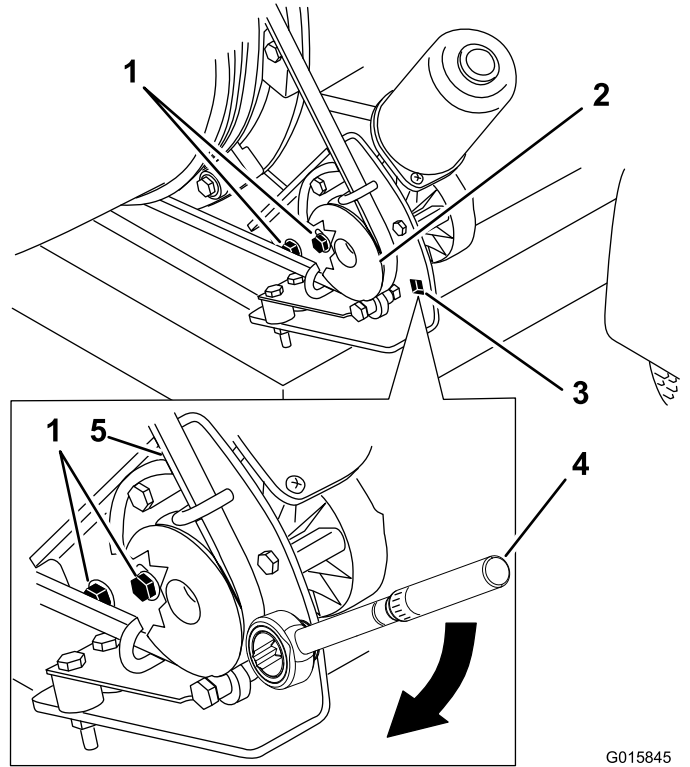

Figura 33
1. Afloje los pernos que sujetan el soporte de montaje de la polea al bastidor del soplador (Figura 33).
2. Coloque una llave dinamométrica en el soporte de montaje de la polea (Figura 33).
3. Gire el soporte de montaje de la polea alejándolo de la tobera hasta que la llave dinamométrica dé una lectura de 22,6 a 26,0 Nm (Figura 33).